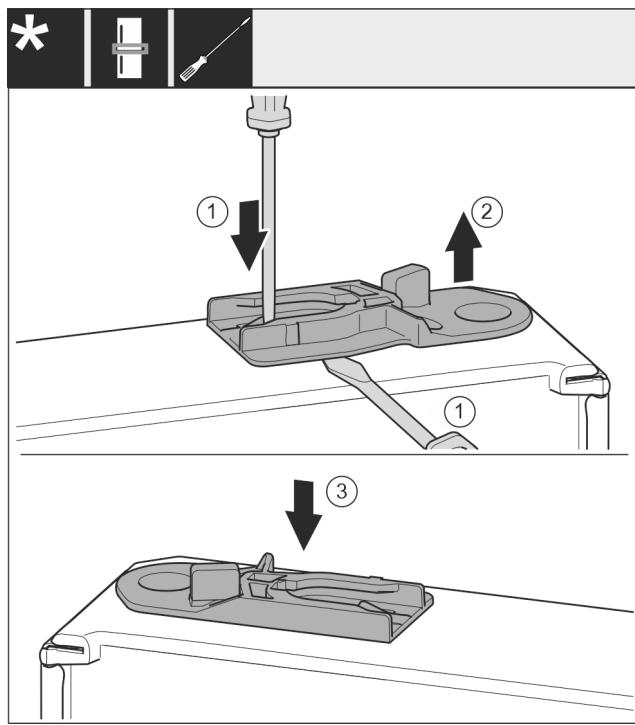

Fig. 38
- Izvlecite vodilno pušo: Pritisnite spono s ploščatim izvijačem in ga hkrati potisnite pod vodilno pušo. Fig. 38 (1, 2)
- Vstavite vodilno pušo, ki je vsebovana v obsegu dobave, na drugi strani ohišja. Fig. 38 (3)